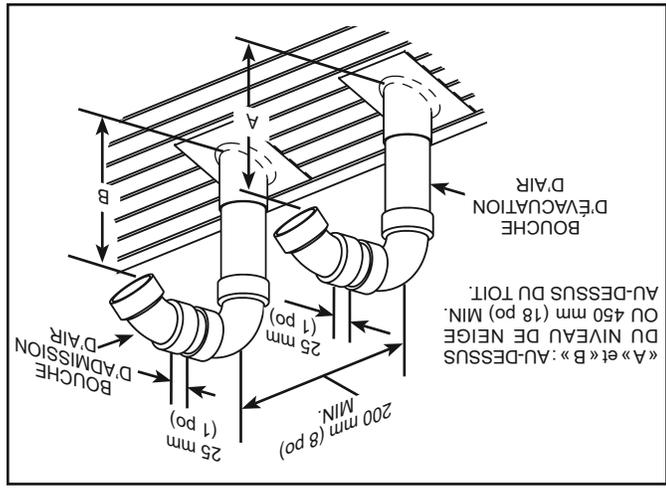

Figure 25.
**Important :** Pour les évacuations à travers le toit, les spécifications suivantes relatives au placement des extrémités doivent être respectées (voir Figure 25).